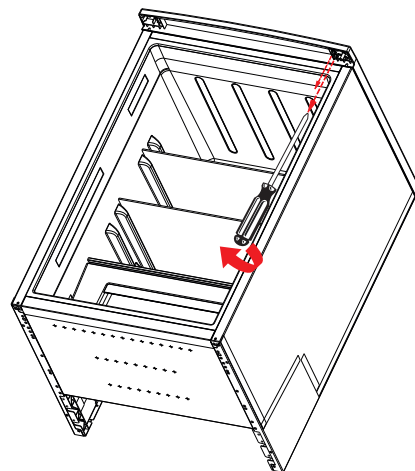

Abb. 11
- ▶ Drehen Sie die beiden Halterungsschrauben des oberen Scharniers der Kühlraumtür mit Hilfe eines Kreuzschlitzschraubendrehers heraus und entfernen Sie das Scharnier vom Kühlschranksgehäuse (Abb. 11).